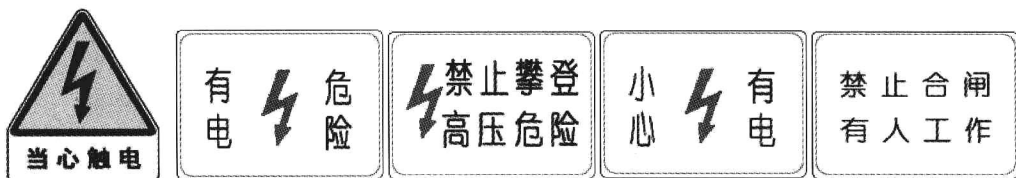

图 1-10 常见的安全用电图形标志
(2) 图形标志 常见的安全用电图形标志如图 1-10 所示，具体规定可参看封二、封三内容。